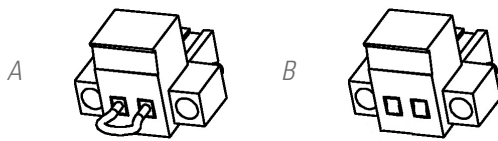

Fig. 6. Conector para el EPO externo.
- Bien al retirar el conector hembra del zócalo donde está insertado. Este conector lleva conectado un cable a modo de puente que cierra el circuito (ver Fig. 6-A),
- o al accionar el pulsador externo al equipo y de propiedad del usuario e instalado entre los terminales del conector (ver Fig. 6-B). La conexión en el pulsador deberá estar en el contacto normalmente cerrado -NC-, por lo que abrirá el circuito al accionarlo.